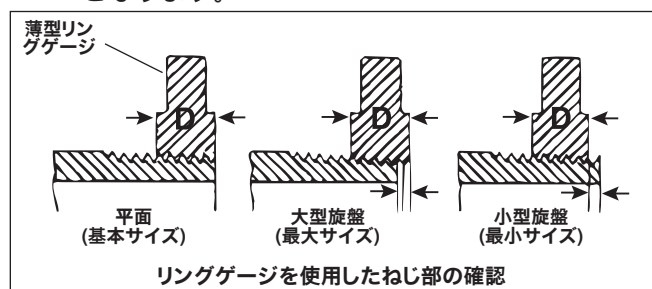

図 16 - ねじ部サイズの確認
3. ねじ山のサイズを点検します。ねじ山のサイズを点検する際は、リングゲージを使用することをお勧めします。リングゲージには各種形状があり、その使い方は図 16 とは異なる場合があります。